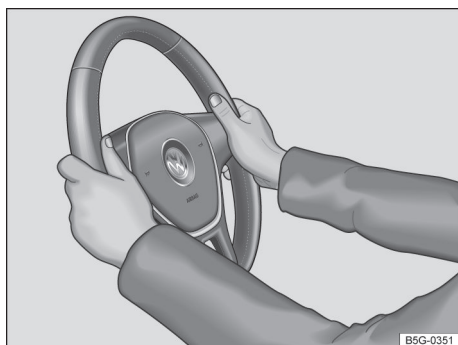

Fig. 74 No volante: posição 9 e 3 horas.
- Ajustar o volante de forma que possa ser segurado lateralmente com ambas as mãos, com os braços ligeiramente arqueados, na borda externa, na posição das 9h e 3h. → Fig. 74
- Durante a condução, sempre segurar o volante com ambas as mãos lateralmente na borda externa na posição das 9h e 3h → Fig. 74 para reduzir ferimentos causados pelo acionamento do airbag frontal do condutor.